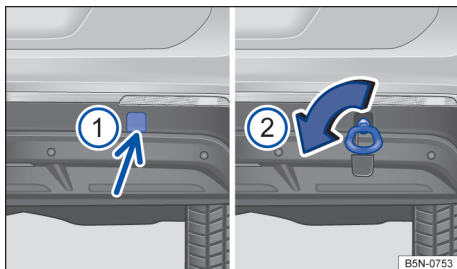

Fig. 216 No para-choque traseiro à direita: argola de reboque rosqueada.
O alojamento da argola de reboque rosqueável está localizado à direita do para-choque traseiro, atrás de uma cobertura → Fig. 216 ⓘ. Em veículos com dispositivo de reboque instalado de fábrica, atrás da cobertura **não** há um alojamento para a argola de reboque rosqueável. Para rebocar, bascular a rótula de engate para fora ou montar e utilizar a rótula de engate → Página 246.
- Pressionar na área inferior da cobertura → Fig. 216 ⓘ (seta) para soltar o encaixe da cobertura.